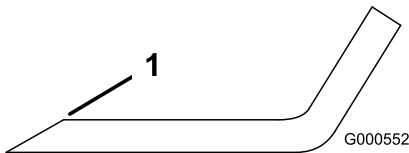

Figura 67
- Utilice una lima para afilar el filo de corte en ambos extremos de la cuchilla (Figura 67).
**Nota:** Si la cuchilla no está equilibrada, rebaje algo el metal en la parte de la vela solamente (Figura 67).